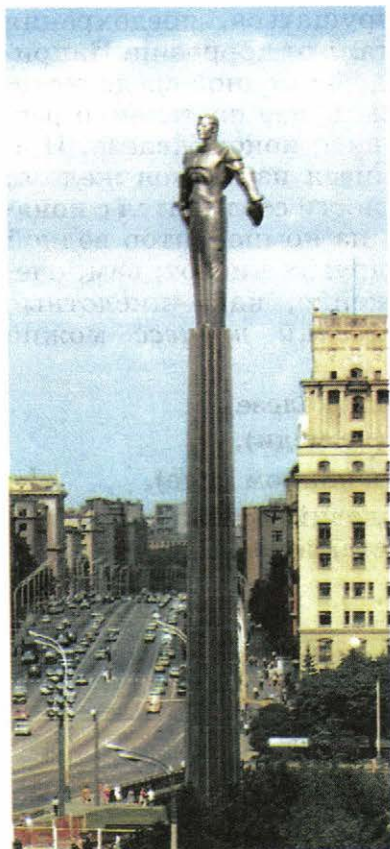

Рис. 122. Памятник Ю. А. Гагарину изготовлен из титанового сплава, не подвергающегося коррозии
2. *Использование нержавеющей сталей*, содержащих специальные добавки. Например, «нержавейка», из которой изготавливают столовые приборы, содержит до 12% хрома и до 10% никеля. В состав лёгких нержавеющей сплавов входят алюминий или титан. Памятник Ю. А. Гагарину (скульптор П. Бондаренко, архитекторы Я. Белопольский, Ф. Гажевский, 1980) облицован пластинками из титанового сплава (рис. 122). На его гладкой блестящей поверхности нет ни одного пятнышка ржавчины.